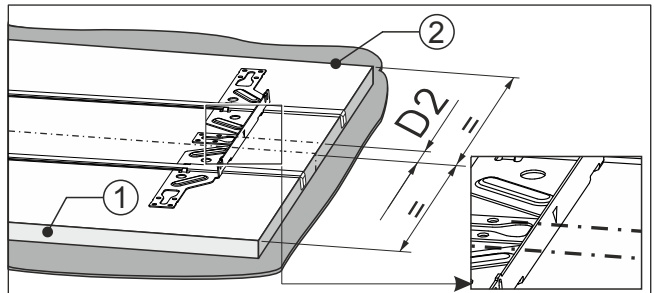

Fig. 97
- Markeringen til monteringstraversen ligger på markeringen Fig. 97 (D2).